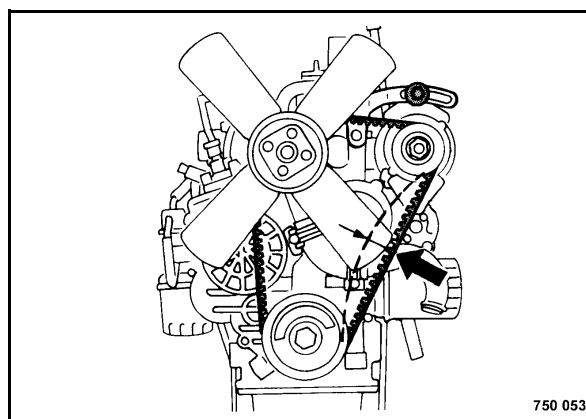

Рис. 98
- Провести визуальный контроль клинового ремня (Рис. 98) по всему периметру на предмет повреждения и трещин. Заменять поврежденные или растрескавшиеся клиновые ремни.